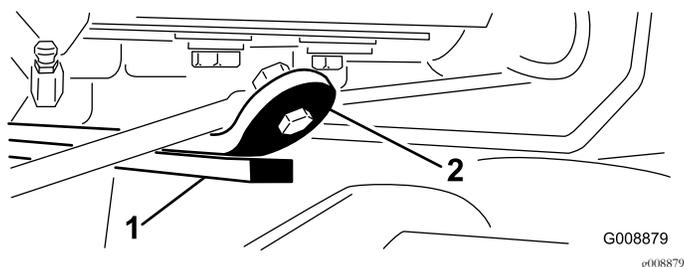

Figura 28
- 3. Arranque el motor, eleve los brazos de elevación y compruebe que la holgura entre la pletina que está encima de la barra de desgaste de la unidad de corte trasera y la pletina de amortiguación es de 0,51 a 2,54 mm, según se muestra en Figura 28.